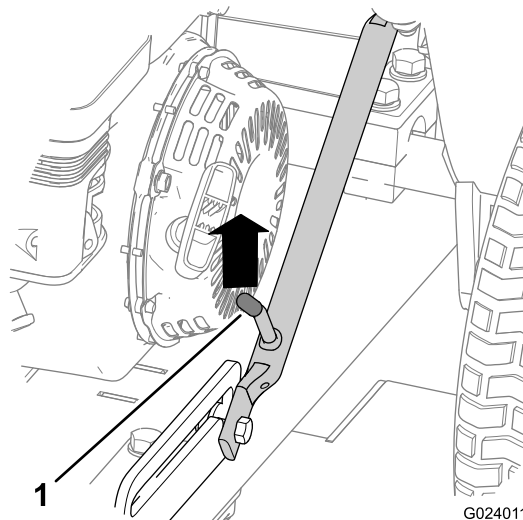

図 7
4. ラッチレバーがスライドディテントから外れるまで、ヒッチアセンブリを押し上げる 図 7。